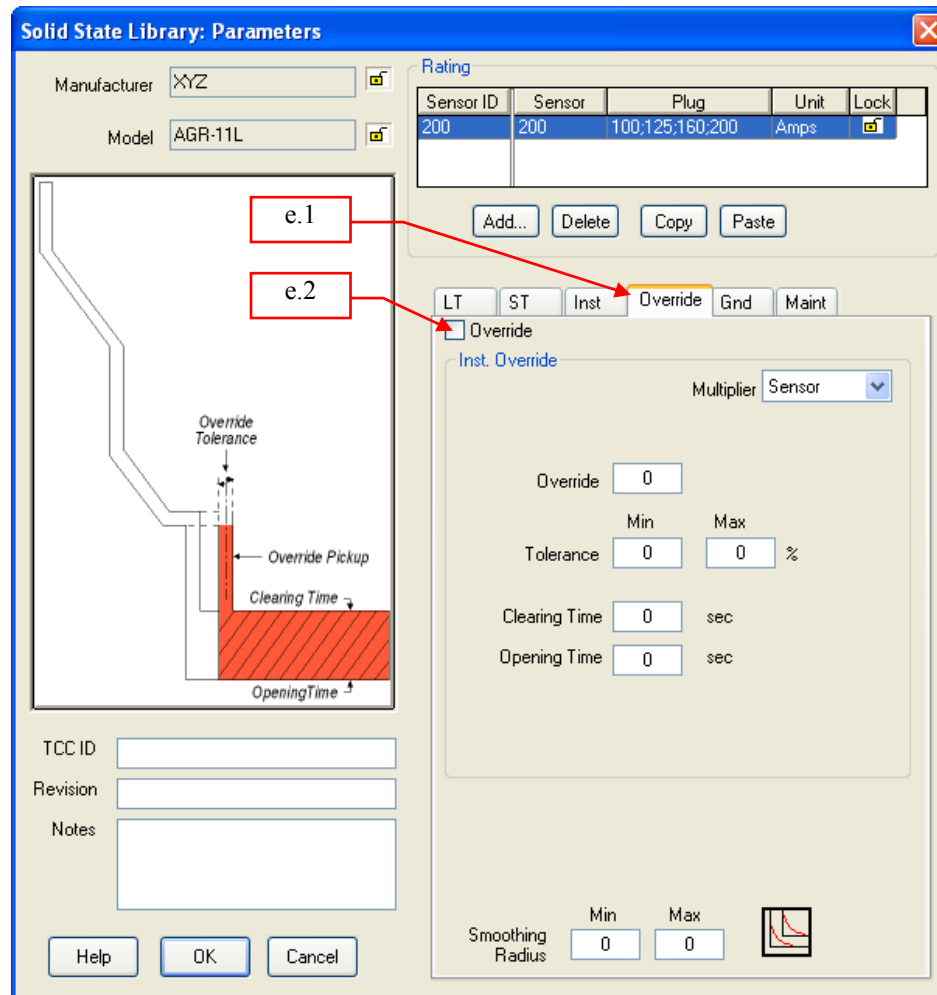

Fig. 9
- e. Override tab (see Fig. 9)